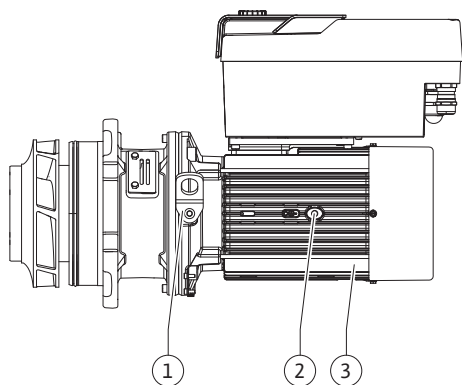

Fig. 108: Moottori-juoksupyöräyksikkö
13. Vie moottori-juoksupyöräyksikkö (katso Fig. 108) pumpun pesään vanhaan tai haluttuun uuteen kulma-asentoon. Huomioi tässä komponenttien sallitut asennusasennot (katso luku "Sallitut asennusasennot ja komponenttien sijoituksen muutokset ennen asennusta" [► 21]).
14. Asennuspulttien käyttöä suositellaan (katso luku "Lisävarusteet" [► 17]). Kun tiivistelaipan ohjain on alkanut selvästi tarttua (n. 15 mm ennen pääteasentoa), ei ole enää kallistumisen tai kulmittain kääntymisen vaaraa. Kun moottori-juoksupyöräyksikkö on varmistettu vähintään yhdellä ruuvilla (Fig. I/III, pos. 10 tai Fig. III/IV, pos. 29), voidaan kiinnitysvälineet poistaa kuljetussilmukoista.
15. Kierrä ruuvit (Fig. I/III, pos. 10 tai Fig. III/IV, pos. 29) paikoilleen, mutta älä vielä kiristä niitä lopullisesti. Kun ruuvit kiristetään, moottori-juoksupyöräyksikkö siirtyy pumpun pesän sisään.